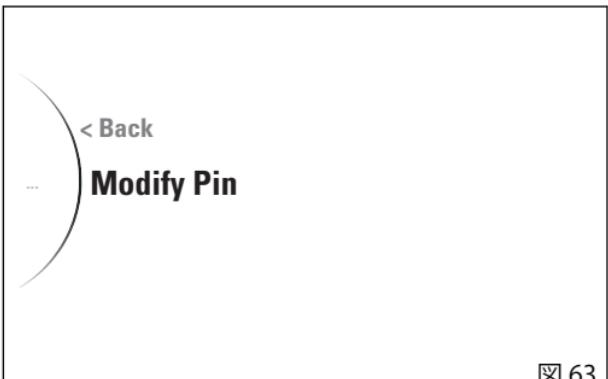

図 63
- "Modify Pin" を選択し(図 63)、ENTER ボタンを押します。